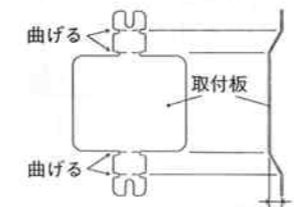

図4-1
- 1.取付板をプライヤーで曲げます。(4ヶ所)(図4-1)